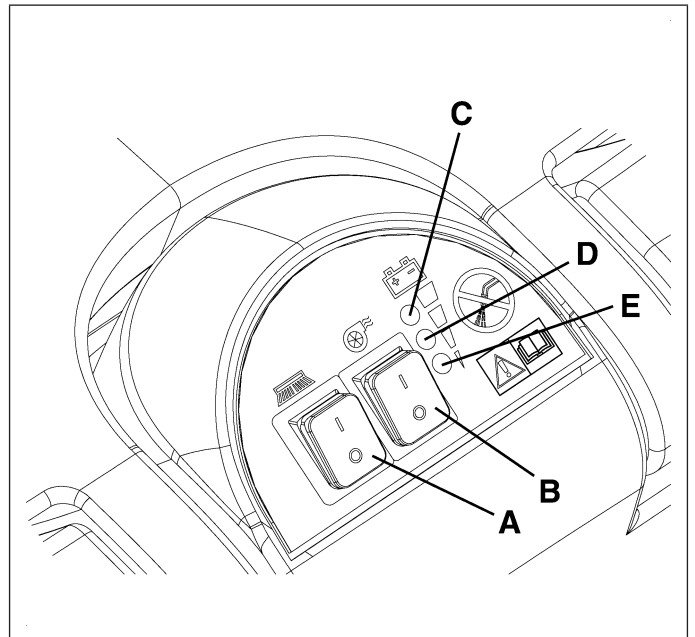

Figure 6
- Poner los interruptores de accionamiento del cepillo y de la aspiración (A y B, Fig. 6) en posición "I". Si el indicador luminoso verde (C) se enciende, las baterías están cargadas y pueden utilizarse.
- Si se encienden los indicadores luminosos (D o E, Fig. 6) es necesario cargar las baterías antes de usar la máquina (véase el capítulo "Mantenimiento").